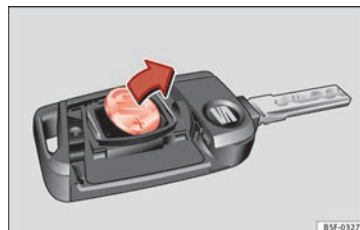

Fig. 128 Chiave del veicolo: estrarre la batteria.
- Estrarre la batteria dal vano con un oggetto fino adatto » fig. 128.
- Collocare la nuova batteria come illustrato » fig. 128 e inserirla nel vano batteria nella direzione contraria a quella indicata dalla freccia » ❷.